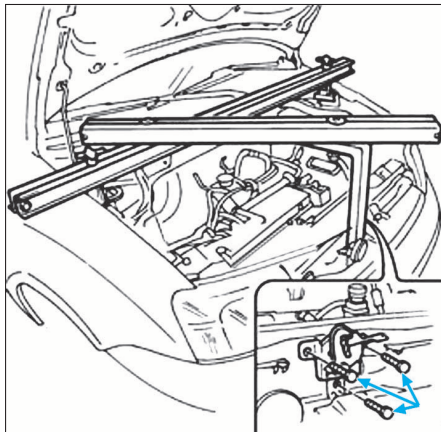

FIG. 6
- A l'aide de l'outillage adéquat, soulager le moteur de ses supports (Fig.6).
- A l'aide de l'outillage adéquat, et soulever le moteur de ses supports (Fig.6).